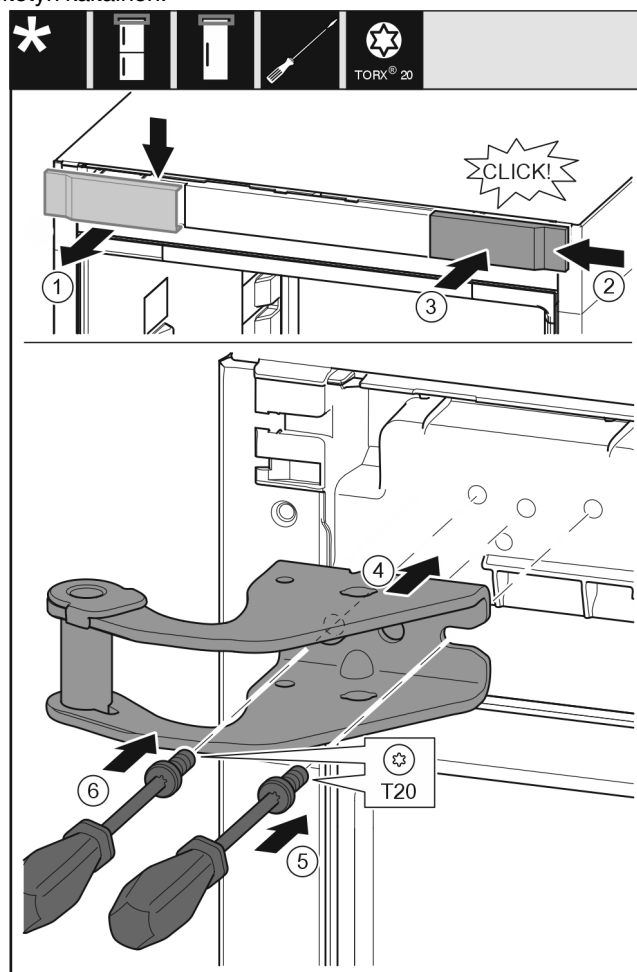

Fig. 19
- ▶ Irrota suojus ylöspäin eteen. Fig. 19 (1)
- ▶ Ripusta suojus paikoilleen 180° käännettynä toiselle puolelle oikealta. Fig. 19 (2)
- ▶ Anna suojuksen lukittua paikoilleen. Fig. 19 (3)
- ▶ Aseta ylempi laakeripukki paikoilleen. Fig. 19 (4)
- ▶ Aseta ruuvi paikoilleen T20-ruuvimeisselillä ja kiristä se. Fig. 19 (5)
- ▶ Aseta ruuvi paikoilleen T20-ruuvimeisselillä ja kiristä se. Fig. 19 (6)